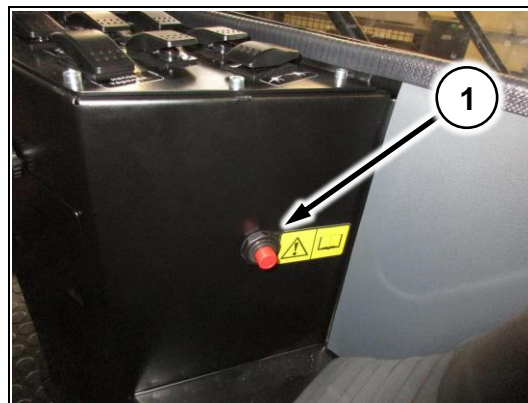

Рис. 57
2. Зафиксируйте кнопку в кабине (Рис. 57/1) и поверните руль вправо до упора и отпустите кнопку